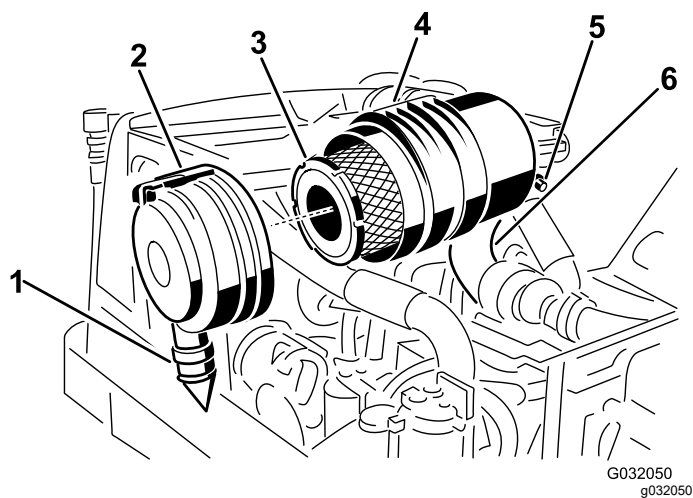

Рисунок 47
2. Снимите фильтр грубой очистки (Рисунок 47).
3. Замените фильтр грубой очистки (Рисунок 47).
часами» при взгляде с торца, и зафиксируйте защелку (Рисунок 47).